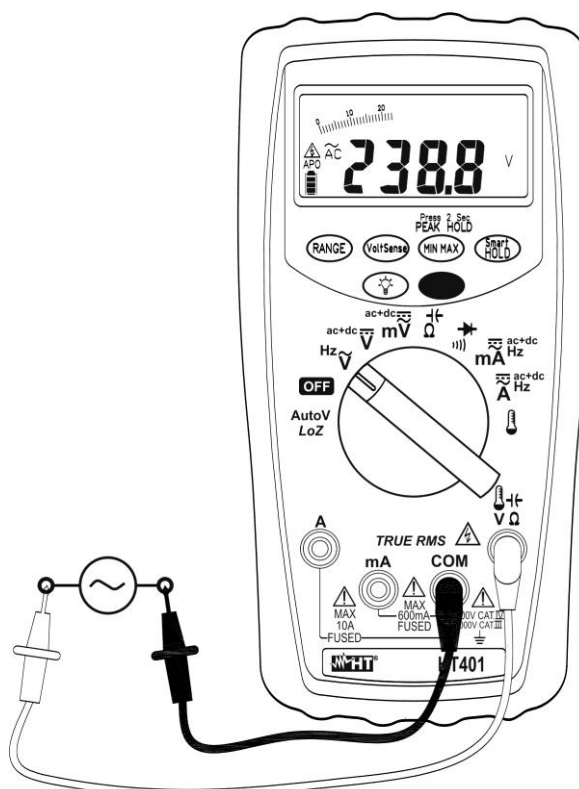

Fig. 3: Medida de Tensión CA
4. Inserte el cable rojo en el terminal de entrada $\tilde{V}\Omega$ y el cable negro en el terminal de entrada **COM** (vea la Fig. 3)